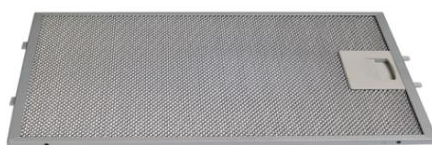

Рис. 2
1. Снимите алюминиевый жироулавливающий фильтр (рис. 2).
7. Установите алюминиевый жироулавливающий фильтр (рис. 2).
Для отсоединения алюминиевого фильтра (рис. 2) следует нажать на пружинный замок на фильтре и вынуть его. Установка фильтра производится в обратном порядке. Следует нажать на пружинный замок на фильтре и установить его на место, после чего замок отпустить.